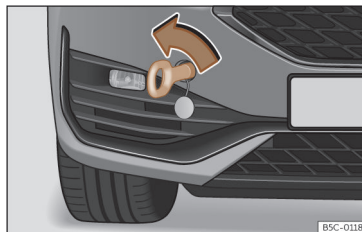

Fig. 207 Parte direita do para-choques dianteiro: argola de reboque enroscada.
- Enrosque a argola de reboque no alojamento girando-a ao máximo **no sentido contrário ao dos ponteiros do relógio** >>> **Fig. 207**, >>> ⓘ.